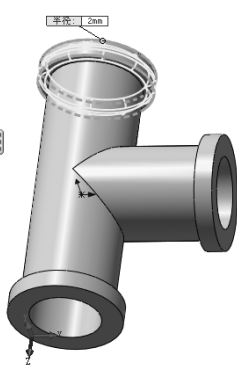

图 6-26 创建圆角
(5) 创建圆角。单击“特征”工具栏中的 (圆角) 按钮,在弹出的“圆角”属性管理器中设置圆角类型为“等半径”,在 (半径) 文本框中输入“2”,单击 图标右侧的选项框,然后在绘图区选择一个端面拉伸薄壁特征的两条边线,如图 6-26 所示。单击 (确定) 按钮,生成等半径圆角特征。